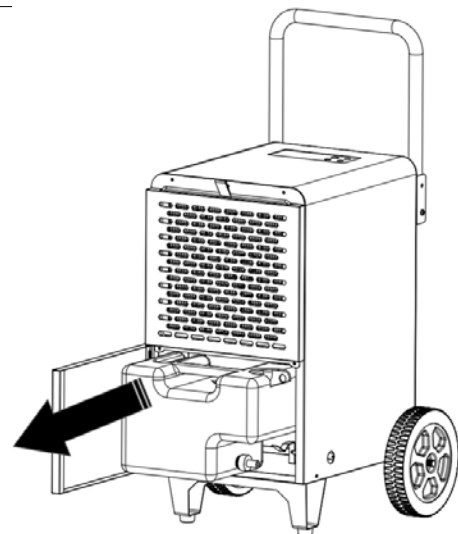

Fig. 7
- Retirer le collecteur de condensat (Fig. 7)